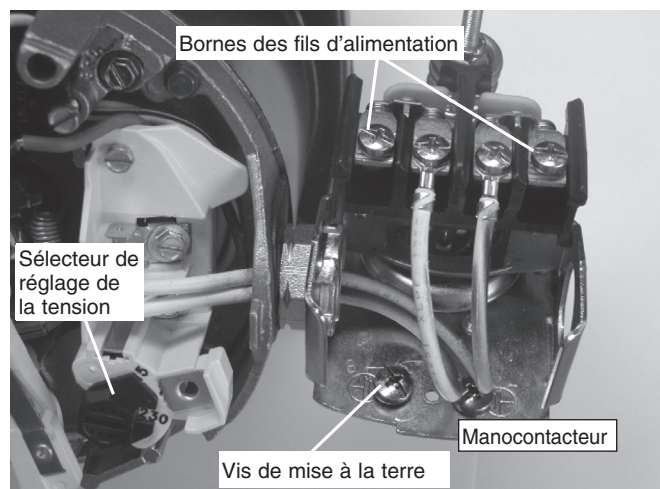

Figure 9 : Sélecteur de tension
1. Brancher tout d'abord le fil de mise à la terre, comme il est illustré à la Figure 9. Le fil de mise à la terre doit être un fil de cuivre massif d'un diamètre au moins aussi gros que le diamètre des fils de tension.
4. Brancher les fils de tension sur le manostat, comme il est illustré à la Figure 9.